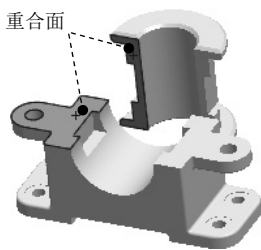

图 7.11.3 选取重合面（一）
(1) 引入零件。选择下拉菜单 **插入(I)**  **零部件(Q)**  **现有零件/装配体(E)...** 命令（或在“装配体”工具栏中单击  按钮），系统弹出“插入零部件”和“打开”对话框。在“打开”对话框中选取 sleeve.SLDPRT，单击 **打开** 按钮；将零件放置到如图 7.11.3 所示的位置。
(2) 添加配合，使零件完全定位。
① 选择命令。选择下拉菜单 **插入(I)**  **配合(M)...** 命令（或在“装配体”工具栏中单击  按钮），系统弹出“配合”对话框。
② 添加“重合”配合。单击“配合”对话框中的  按钮，选取如图 7.11.3 所示的两个面为重合面，在弹出的快捷工具条中单击  按钮，再单击  按钮。